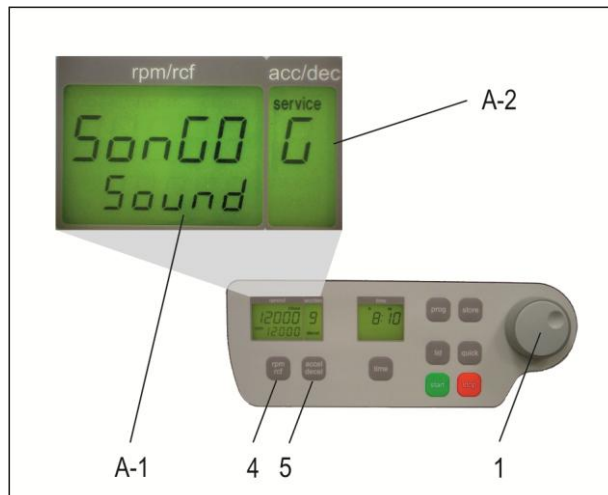

Abbildung 7
Öffnen Sie wie unter Punkt 1.8.2 beschrieben das Menü „Grundeinstellungen“. Danach drücken Sie die Taste „accel/decel“ (5). Im Anzeigenfeld „accel/decel“ (A-2) blinkt der Schriftzug „service“. Wählen Sie nun mit dem Einstellregler (1) den Buchstaben „G“. Daraufhin erscheint im Anzeigenfeld „rpm/rcf“ (A-1) der Schriftzug „SonGo/Sound“. Nachdem Sie die Taste „rpm/rcf“ (4) gedrückt haben, kann mit dem Einstellregler (1) eine Melodie unter Zahlen von 0 bis 9 ausgewählt werden. (siehe Abbildung 7). Nach dem Speichern kommen Sie durch kurzes Ausschalten der Zentrifuge wieder in den normalen Betriebsmodus zurück.